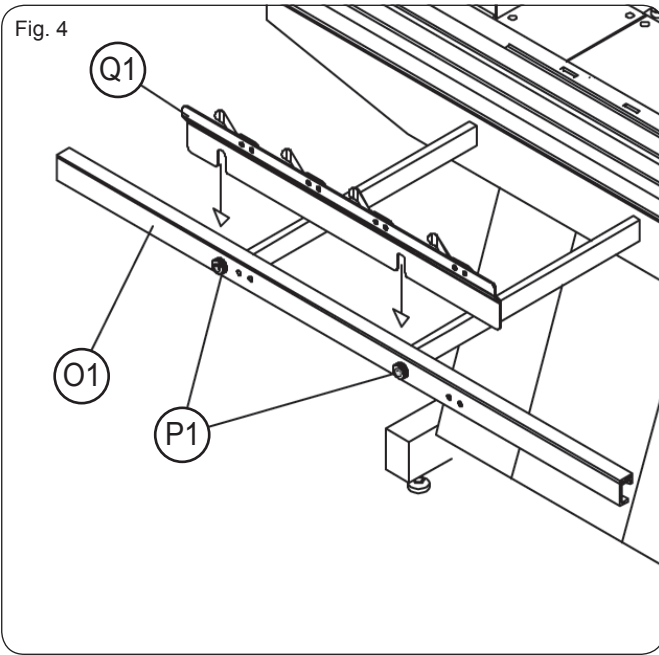

Fig. 5
1. Установите обрабатываемую пластину на станок, надавите ею на торцевую сторону S (рис. 5) узла управления и проследуйте до загрузочного узла, который должен захватить пластину и автоматически потянуть её дальше.